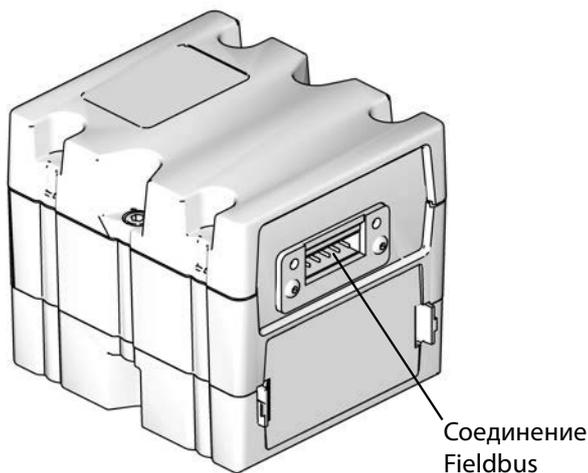

Рис. 24: Подключение CGM Fieldbus
11. Подключите кабель Ethernet, DeviceNet, или PROFIBUS к разъему Fieldbus на CGM, если необходимо. См. **Рис. 24**.